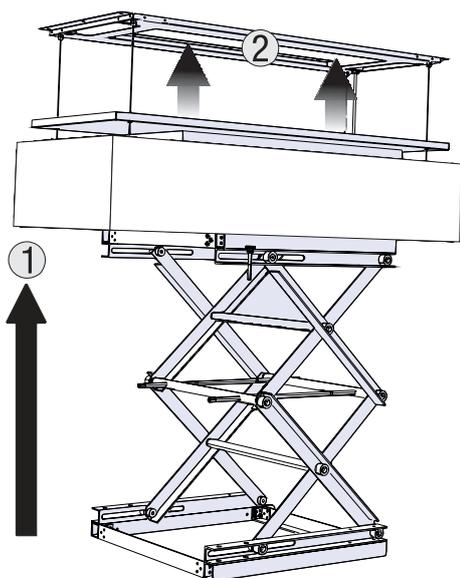

Abb. 22
- Montagelift (Sonderzubehör: Artikel-Nr.: YM970.1000.22) unterhalb mittig der Löcher platzieren (Arbeitsfläche und Kochfeld mit Bauschutzmatten abdecken). Für die Montage, Karton mit Ansicht Front nach vorne auf den Montagelift mittig positionieren ( Abb. 22 ).